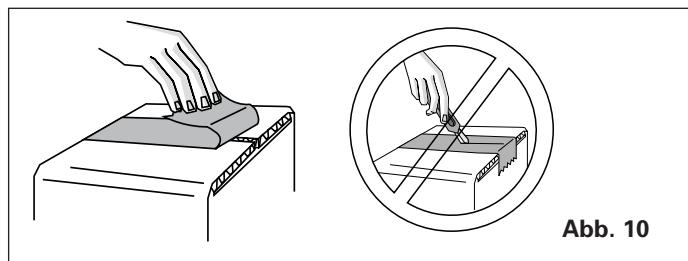

Abb. 10
- a** Die Verpackung des Schwimmbeckens (Hülle) öffnen. Dazu weder Messer noch Cutter verwenden, Abb. 10.